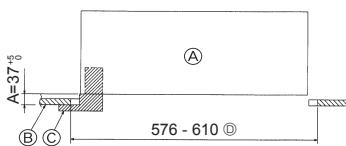

Fig. 5-2
5.2. Preparação da fixação da grelha (Fig. 5-2)